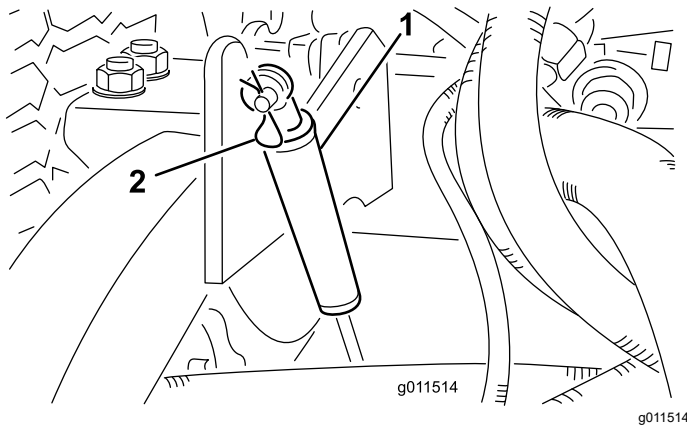

Figura 89
2. Retire el pasador de horquilla que fija los amortiguadores a los brazos de elevación (Figura 89).